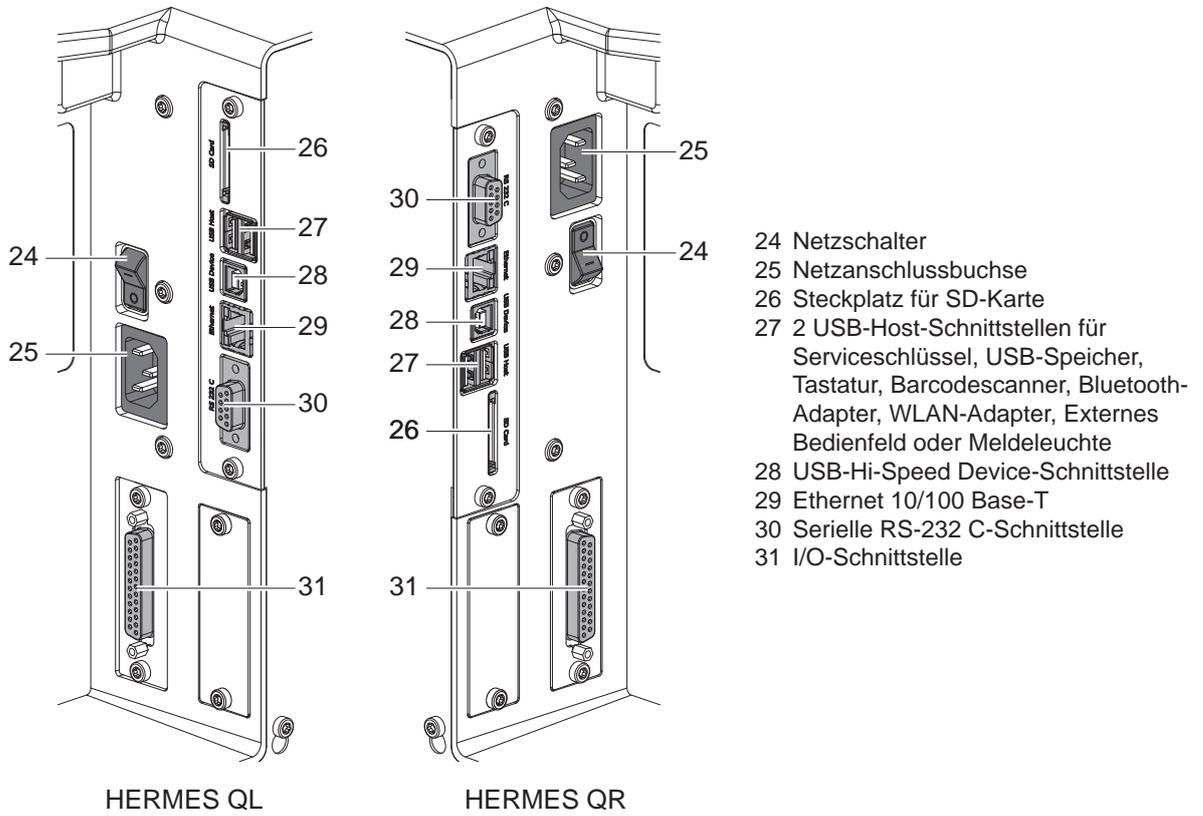

Bild 6 Anschlüsse
2. Netzkabel in Netzanschlussbuchse (25 / Bild 6) stecken.
- ▶ Drucker am Netzschalter (24 / Bild 6) einschalten.